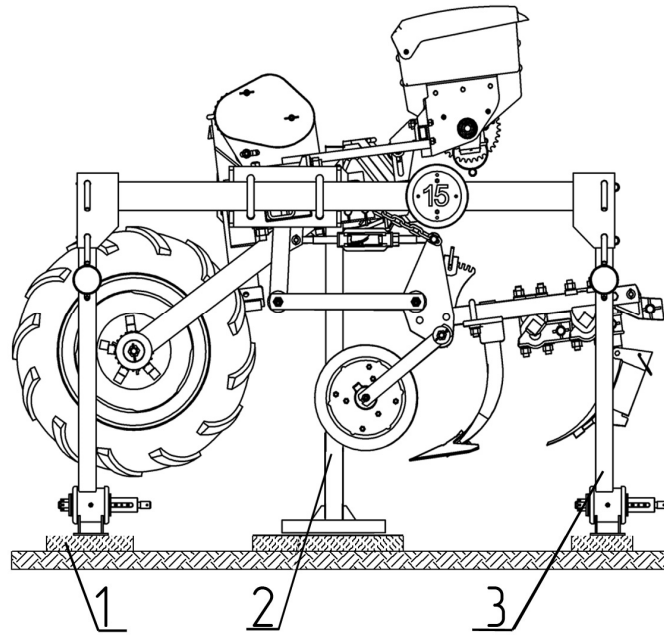

Рисунок 5. Встановлення культиватора на міжзміне зберігання:
- встановити культиватор на бруски (рисунок 5);